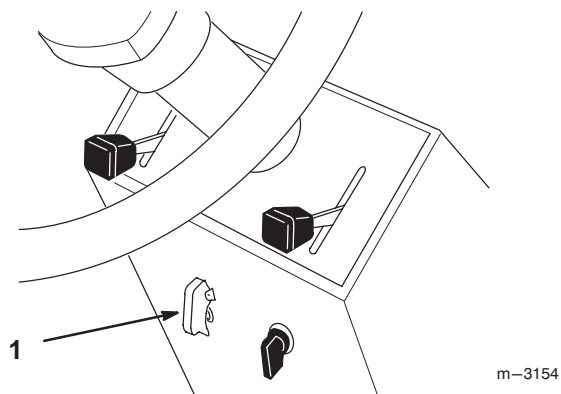

Figure 7
- Pour embrayer la PdF, soulevez le couvercle et placez la commande en position En service (Fig. 7).
- La fermeture du couvercle place la commande de PdF en position Hors service (Fig. 7).